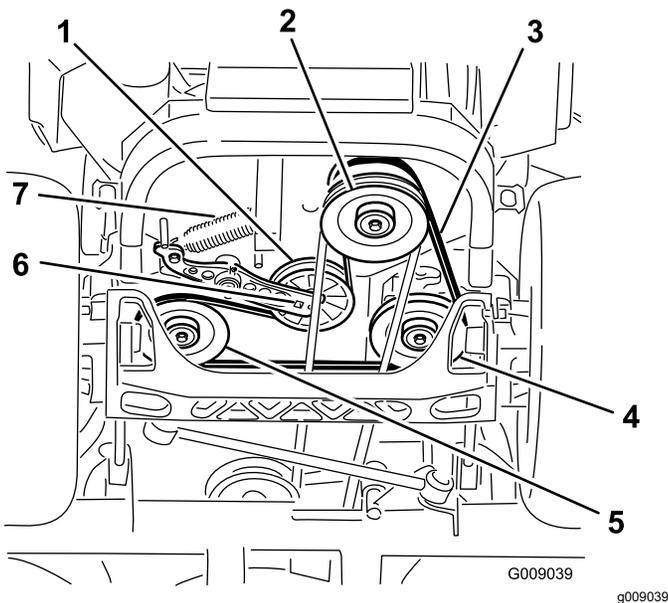

図 79
4. 機体をもち上げて、ジャッキスタンドで支える 図 79。
5. アイドラアームの角穴にあるラチェットを使って、アィドラスプリングを取り外す (図 79)。
6. アィドラスプリングをフレームから外す 図 79。
9. アィドラアームの角穴にあるラチェットを使って、アィドラスプリングをフレームに取り付ける (図 79)。